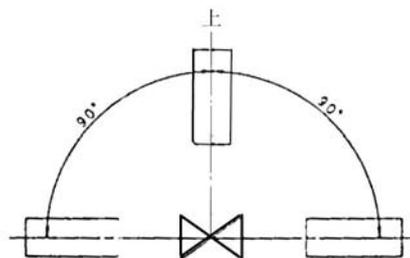

图 6-2
- 原则上按图 6-1 所示垂直安装，在不得已时允许在图 6-2 所示的范围内安装。执行机构和附件的排气口请不要朝天放置。若控制阀可能受到振动及来自外力的危险时，请使用控制阀的附设支架或配管支架。